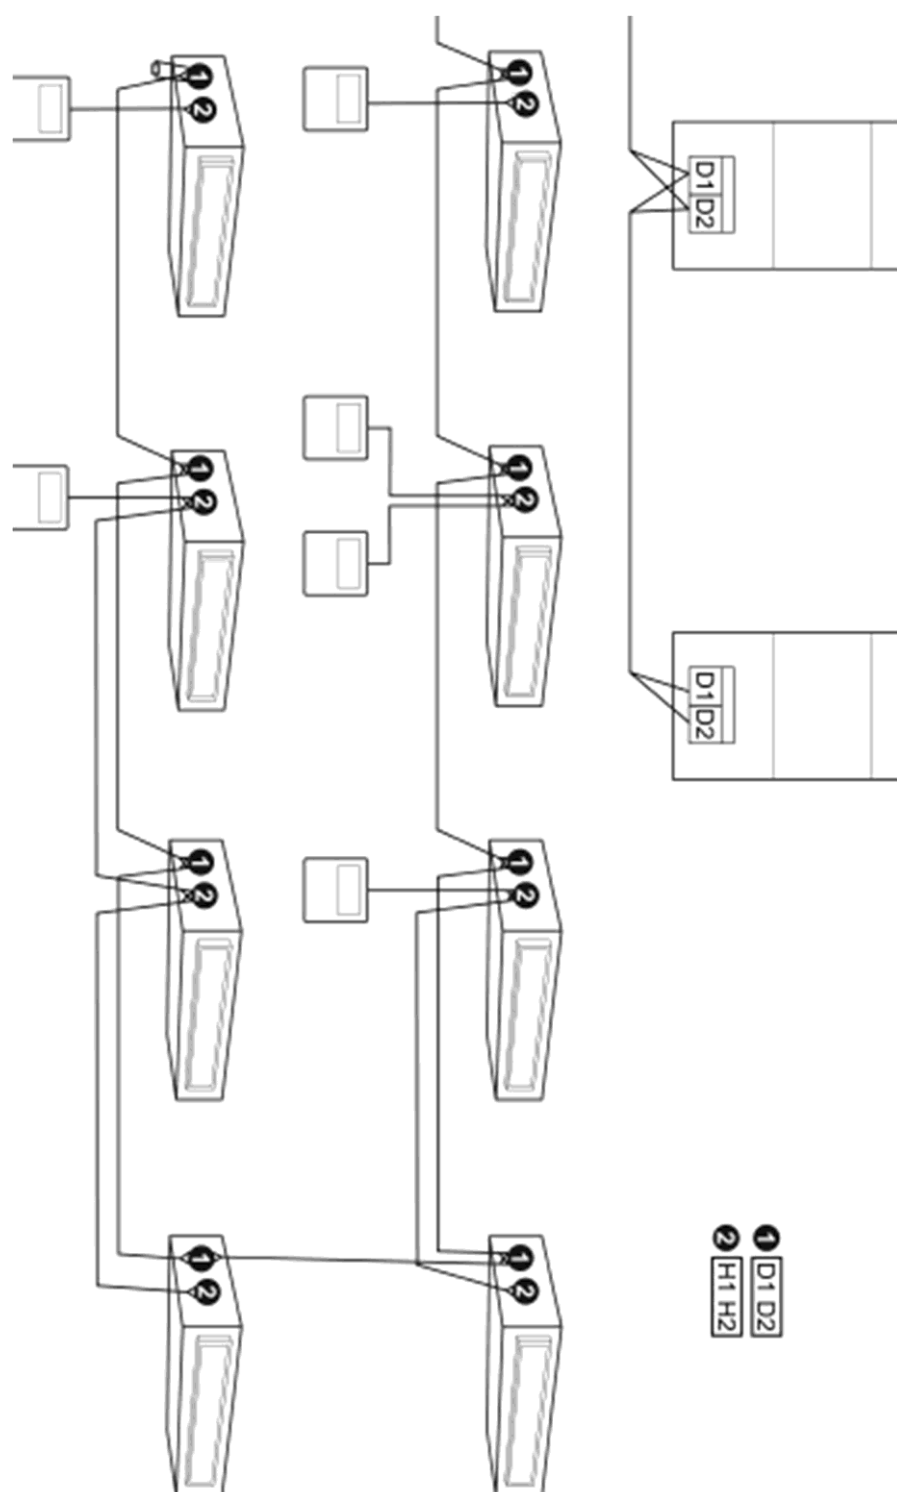

Fig. 5.7
- (1) La comunicazione tra unità interna e unità esterna corrisponde a D1, mentre la comunicazione tra le unità interne corrisponde a D2.
- (2) La comunicazione tra unità interna e comando a filo corrisponde a H1, H2.
- (3) Ogni unità interna può essere collegata a due comandi a filo (principale e secondario).
- (4) Un unico comando a filo può comandare 16 unità interne contemporaneamente (come illustrato nella Fig 5.7)